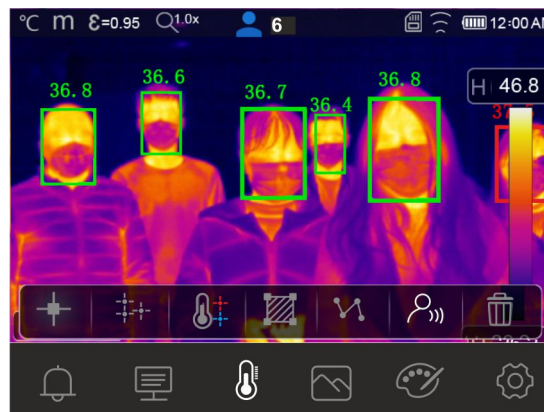

Fig. 33: Modo Faccia su più persone
7. Il Modo Faccia permetta la valutazione della temperatura facciale su più persone (**fino a 10 persone**) simultaneamente (vedere Fig. 33). Il contatore “👤” presente nella parte alta del display indica il numero di rilevazioni statisticamente valide